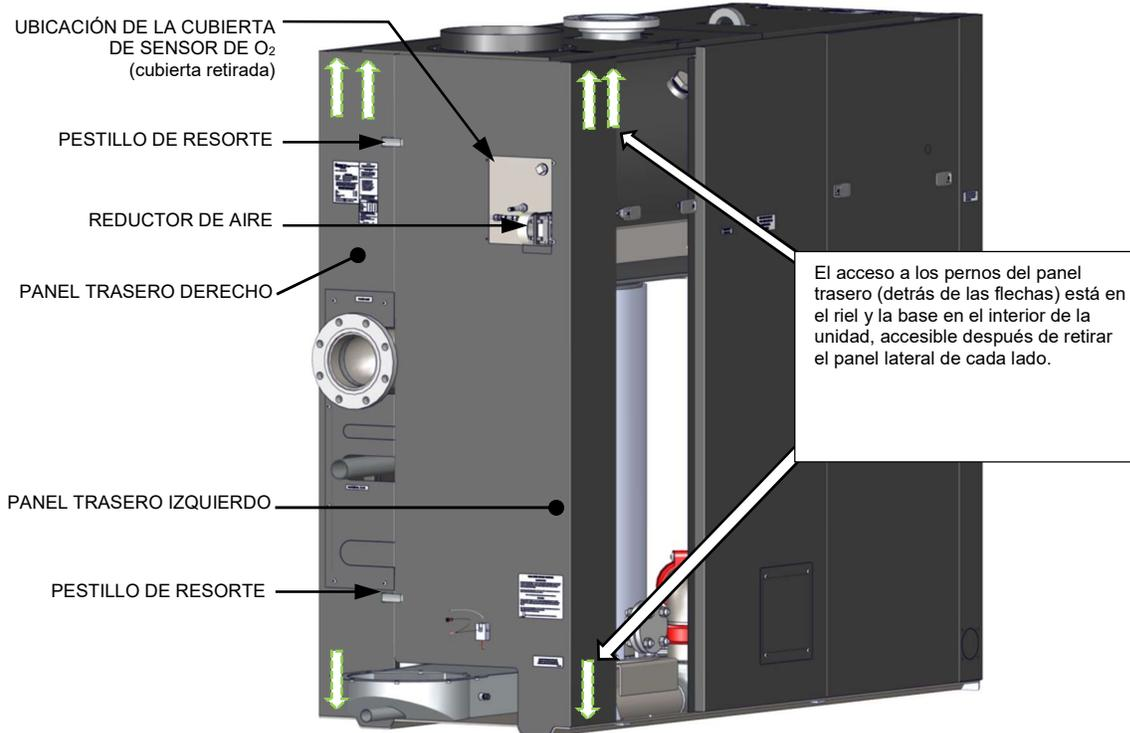

Figura 4-7: Vista trasera que muestra las ubicaciones del perno y pestillo del panel trasero
En la parte superior, los paneles trasero derecho e izquierdo se fijan a los rieles superiores derecho e izquierdo con tuercas. En la parte inferior, cada panel trasero está unido a la base con una tuerca dada uno. Retire las tuercas por el panel lateral, como se muestra en la Figura 4-7.
4. Retire el panel trasero de la izquierda, el cual está sujetado por 2 pestillos de resorte y pernos de 7/16", dentro del panel en el riel superior y el labio inferior. Vea la Figura 4-7, a continuación.